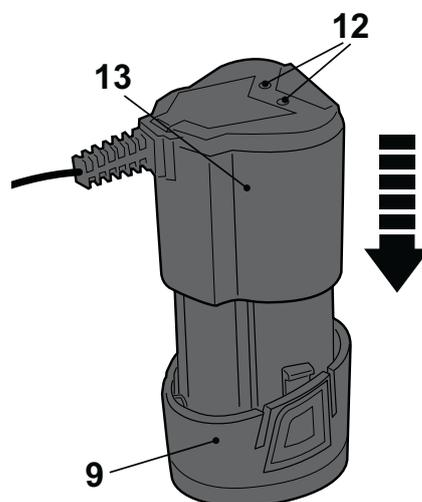

Fig. 6
- > Aligned l'embase [13] sur le dessus du bloc batterie [9] et faites-le coulisser sur le bloc batterie pour le fixer (Fig. 6).